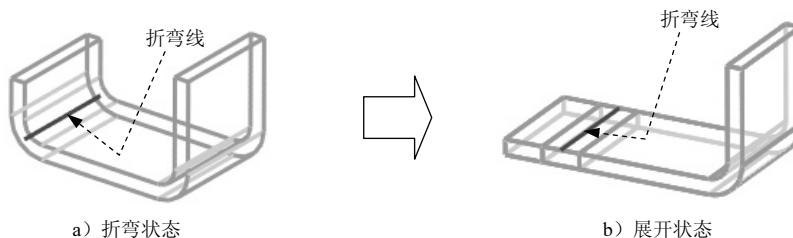

图 4.1.8 折弯中心线轮廓
- ◆ **折弯中心线轮廓**选项：在展开状态时，折弯线位于折弯半径的中心，如图4.1.8所示。